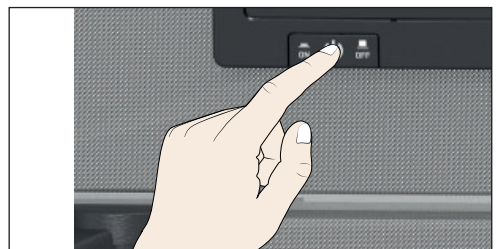

Abb. 24 Gerät ausschalten
3. Gerät am Hauptschalter ausschalten (Abb. 24).